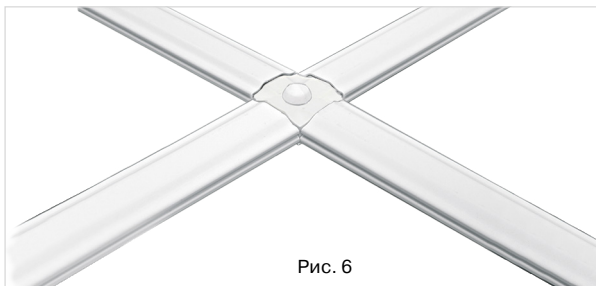

Рис. 6
2. Профиль, с двух сторон имеющий продольный желоб, соединить с декоративными накладками таким образом, чтобы полозья накладок вошли в желоб профиля. Для обеспечения жесткости конструкции необходимо, чтобы расстояние между двумя сопряжениями профиля и дистанционной рамки, не превышали 400 мм (рис. 6 и рис. 7).